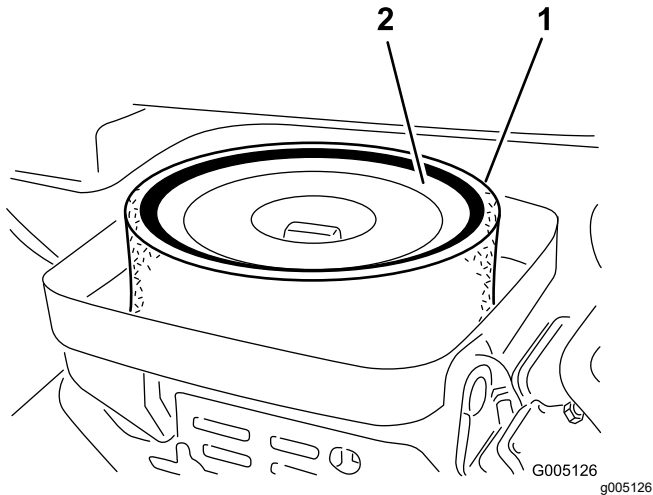

Figure 38
4. Si l'élément en mousse est encrassé, sortez-le de l'élément en papier (Figure 38). Nettoyez-le soigneusement comme suit :